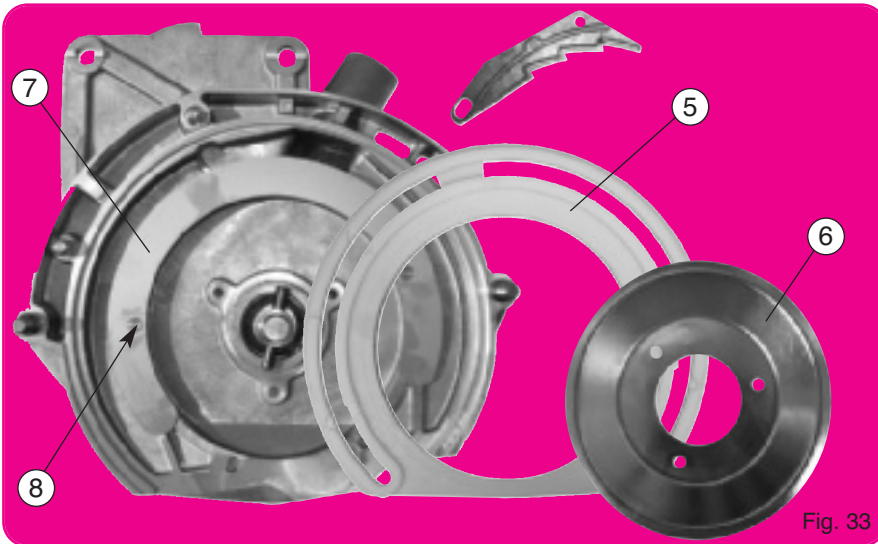

Fig. 33
La couronne plastique de frottement (5) sur laquelle tourne le disque doit être plane et en bon état. A titre indicatif, en conditions normales d'utilisation, son remplacement ne devrait être nécessaire qu'après 500 à 1000 ha. Maintenance extérieurement dans une gorge et bloquée par la cuvette (6) et ses 3 boulons, la nouvelle couronne devra être positionnée avec attention en prenant soin à ce que les crans du secteur d'appui (7) (fig. 33) et de la couronne soient bien en place dans leur logement.
The wear gasket is positioned externally in a groove and held by the cup (6). Its 3 bolts should be positioned with care making sure that the stub (fig. 33) of the wear gasket is properly positioned in the hole of the housing.
Mantenida exteriormente en una garganta y bloqueada por la cubeta (6) y sus 3 pernos, se colocará la nueva corona con cuidado asegurándose de que las muescas del sector de apoyo (7) (fig. 33) y de la corona estén colocadas correctamente en sus alojamientos.